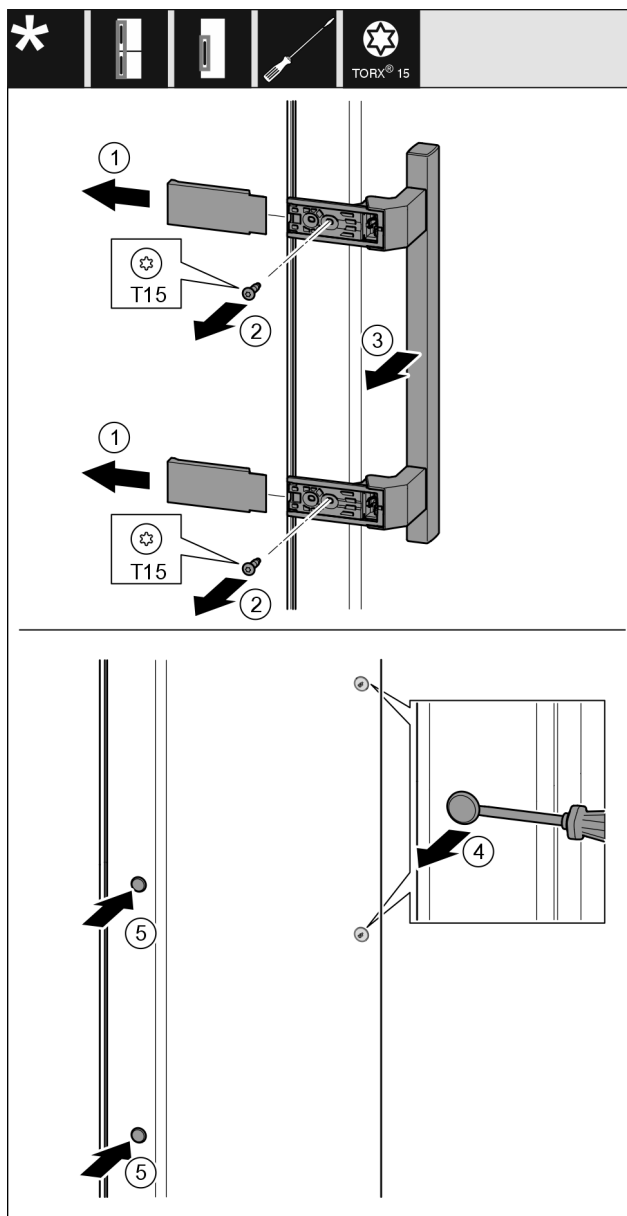

Fig. 32
- 拆下盖板 Fig. 32 (1)。
- 用螺丝刀将螺钉 Fig. 32 (2)旋开。
- 取下把手 Fig. 32 (3)。
- 用带槽螺丝刀小心地提起侧边的堵头 Fig. 32 (4)并将其拉出。
- 将堵头 Fig. 32 (5)重新放入另一个侧。